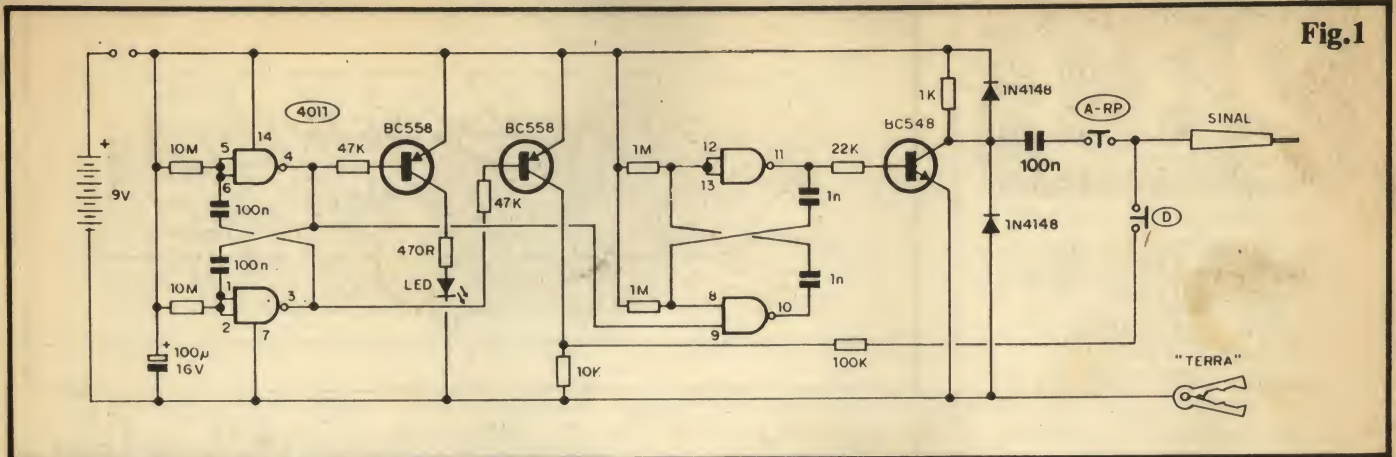

Fig.1
- **FIG. 1 - O CIRCUITO** - No núcleo ativo do sistema, o único Integrado C.MOS 4011 executa as principais funções... A oscilação responsável pelo sinal fundamental, em áudio, é gerada pelo FLIP-FLOP "simétrico" estruturado com os **gates** delimitados pelos pinos 8-9-10 e 11-12-13, auxiliados nos percursos de polarização e realimentação pelos dois resistores de 1M e dois capacitores de 1n... Devido ao "desenho em gangorra" desse ASTÁVEL, a forma de onda gerada é uma "quadrada simétrica", com "tempos" on e off praticamente idênticos... A Frequência básica assim gerada, situa-se na casa de 1 KHz, bem dentro da faixa de áudio na qual se convencionou analisar os circuitos que operem com tal tipo de sinal... Entretanto, a boa simetria, e o formato "quadrado" do sinal, enseja a geração de grande quantidade de **harmônicos** (múltiplos da Frequência fundamental), que atingem até centenas de MHz, ou seja: ampla faixa de RF, "chaveada" pela própria fundamental de áudio...! Dessa forma, não só sinais de áudio a 1KHz estarão presentes na Saída do bloco (pino 11 do 4011), mas também sinais aplicáveis a circuitos de rádios, desde AM (OM), até FM comercial, atingindo inclusive as elevadas zonas de VHF ocupadas pelos canais de TV convencionais! Notem ainda que, para perfeito "casamento" da impedância e nível dos sinais de Saída com os circuitos a serem provados, um **buffer** transisto-